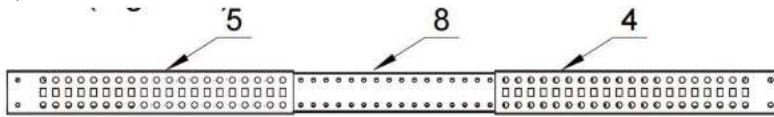

Figure 1
1. Richten Sie die linken Eckhalterungen (Nr. 4) und die rechten Eckhalterungen (Nr. 4) an den Mittelteilen (Nr. 8) aus und schieben Sie die Eckhalterungen über die Mittelteile. (Abbildung 1)